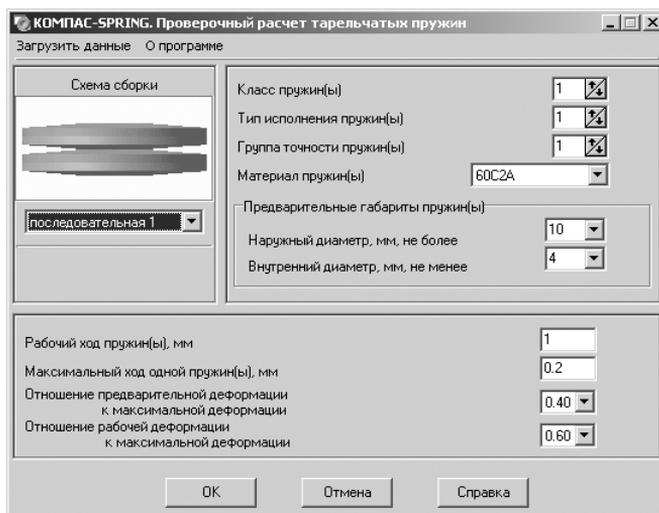

Рис. 4.69. Главное окно системы КОМПАС-SPRING.
- щелкните в главном окне системы **Проектирование тарельчатых пружин** по кнопке **Проверочный расчет**. Появится главное окно системы **КОМПАС-SPRING. Проверочный расчет тарельчатых пружин**, см. рис. 4.69.